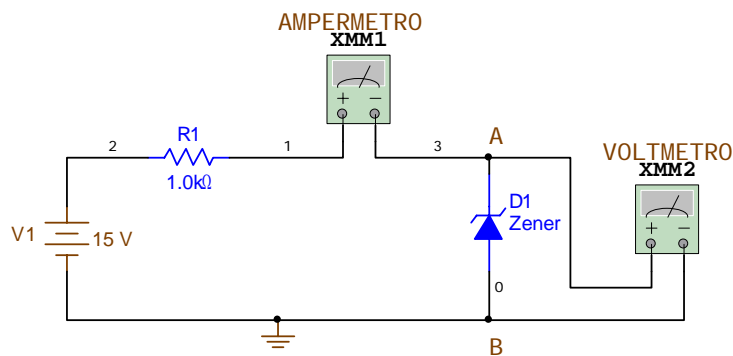

Figura 5.
- a) Seleccione el diodo Zener de 10 volts y construya el circuito que se muestra en la figura 5.